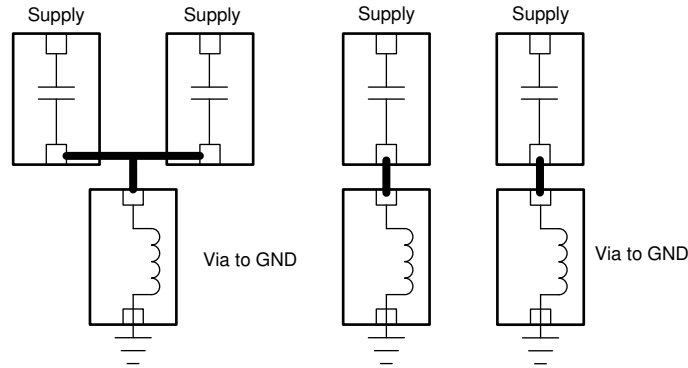

图 4-4. 去耦电容器和通孔接地
- 每个去耦电容器应有一个单独的通孔接地，以尽可能降低噪声耦合（请参阅图 4-4）